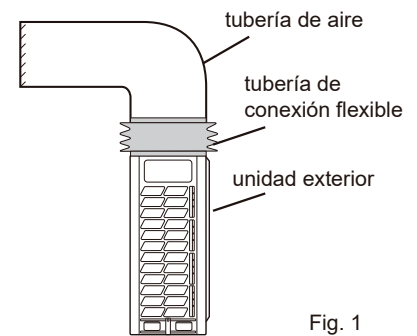

Fig. 1
- Instale una conexión flexible entre la máquina y el conducto de aire para evitar ruidos de vibración, consulte la fig. 1.